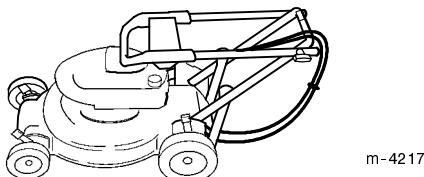

Figure 26
2. Pivoter soigneusement le mancheron supérieur vers l'avant jusqu'à ce qu'il repose sur le moteur (Fig. 26).